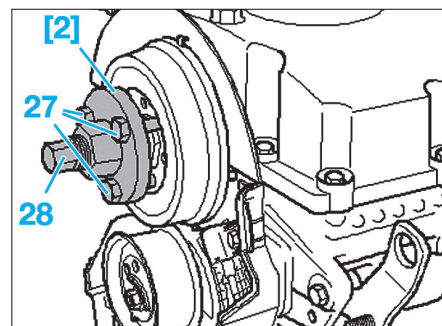

FIG. 157
- [2]. Extracteur de moyeu d'arbre à cames ref. T10052 (Fig.157).
- Desserrer d'environ 2 tours la vis (26).
- Mettre le dispositif d'extraction [2] en place et l'ajuster sur les alésages du moyeu (Fig.157).